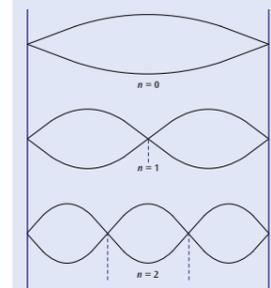

Fig. 2: Ondas estacionarias
Es decir, que la condición de resonancia (5) requiere que la longitud  $L$  sea un múltiplo entero de media longitud de onda. La frecuencia de resonancia debe ser justa para la longitud de onda.  $n$  es en este caso el número de nodos de oscilación. Es cero cuando se trata de la oscilación fundamental y se forma un vientre de oscilación (véase la Fig. 2).